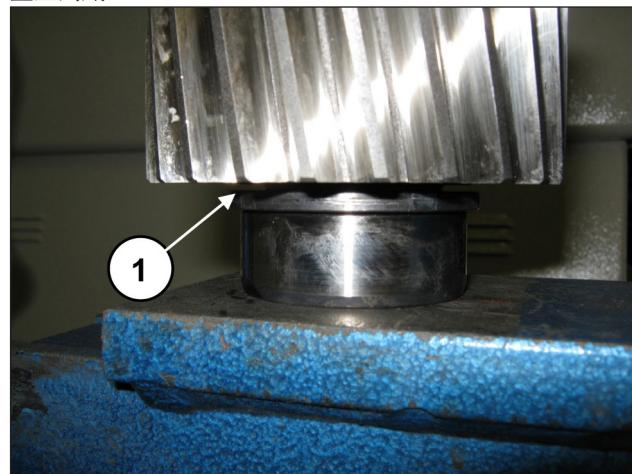

图 82
在小齿轮上预装轴承内环 $40 \times 90 \times 23$ (①, 图 82)，将之定位直至到底。